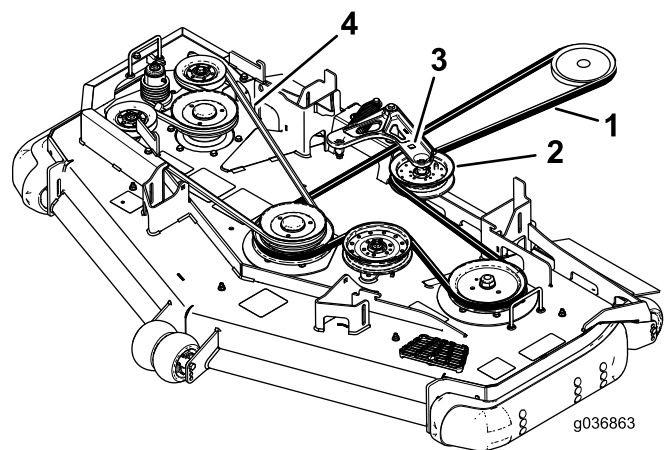

Figura 90
6. Utilice una llave de carraca en el taladro cuadrado del brazo tensor para aliviar la tensión del muelle tensor (Figura 90).
8. Pase la correa nueva alrededor de las poleas del cortacésped y de la polea del embrague, debajo del motor (Figura 90).
9. Utilizando la llave de carraca en el taladro cuadrado, instale la correa alrededor de la polea tensora tensada con muelle (Figura 90). Asegúrese de que los extremos del muelle están asentados en las ranuras de anclaje.